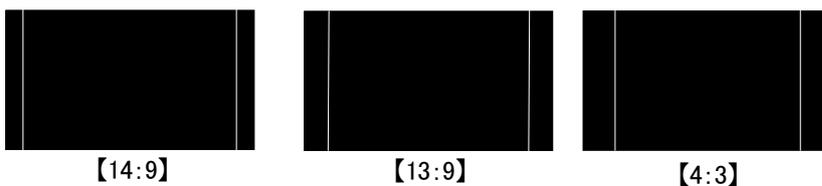

図4-12 POSITION MARKER
- :14:9 14:9のポジションマーカを表示します。(図4-12参照)
- :13:9 13:9のポジションマーカを表示します。(図4-12参照)
- :4:3 4:3のポジションマーカを表示します。(図4-12参照)